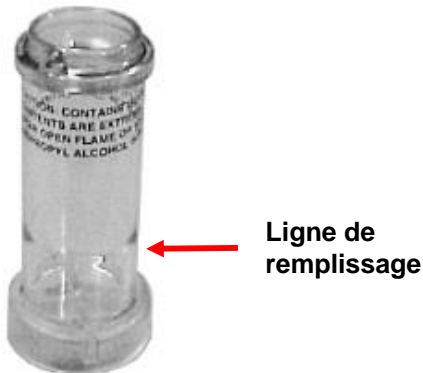

Figure 2-4 : Capsule de remplissage d'alcool
4. Remplissez la capsule de remplissage d'alcool jusqu'à la ligne de remplissage tracée près de la base (Figure 2-4). Refermez la bouteille d'alcool.